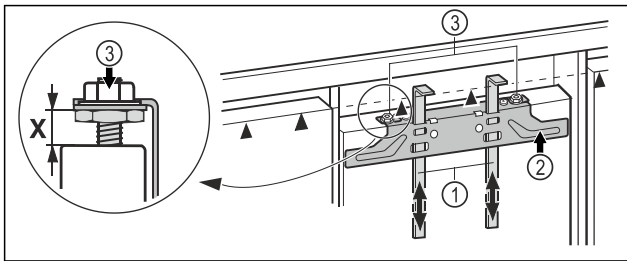

Fig. 44
- Skub monteringshjælpemidlerne Fig. 44 (1) op til møbeldørshøjde. Nederste stopkant ▲ for monteringshjælpe-midlet = overkant af den møbeldør, der skal monteres.
- Skru fastgørelsestraversen Fig. 44 (2) af via kontramøtrikkerne Fig. 44 (3).